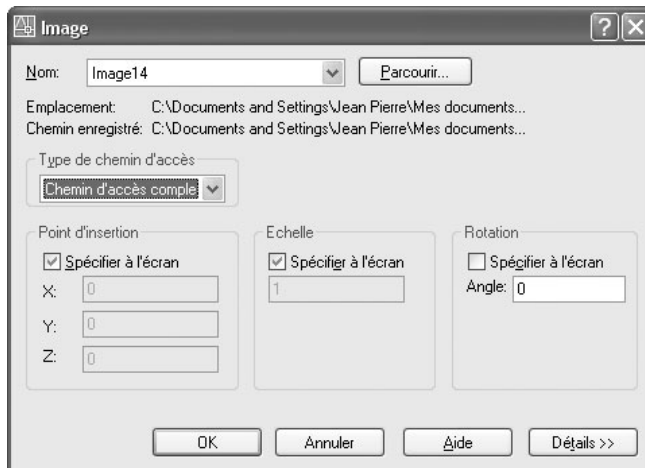

Fig.11.10
- 1 Exécuter la commande d'ancrage à l'aide d'une des méthodes suivantes (fig.11.10) :